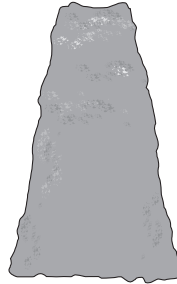

Fig. 8
**NOTA:** Ao dar forma, recomenda-se alcançar uma forma trapezoidal (Fig. 8). Um corte trapezoidal corresponde ao crescimento natural das plantas e resulta num crescimento ideal da sebe, dado que irá permitir maior exposição de luz na parte inferior da sebe.